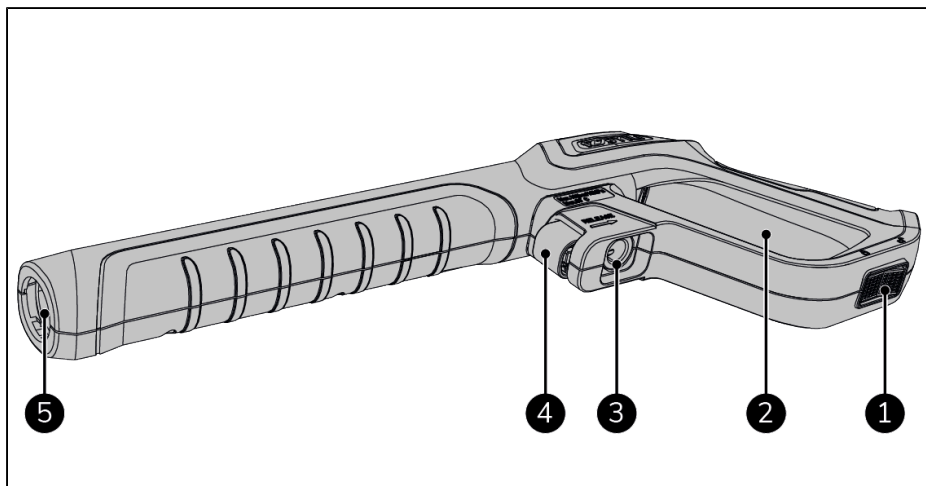

Figure 68.
3. Débloquez le verrouillage de sécurité sous la gâchette (Figure 68, pos. 1).
4. Appuyez sur la gâchette (Figure 68, pos. 2) pendant plusieurs secondes pour évacuer l'air du tuyau.
3. Appuyez sur la gâchette (Figure 68, pos. 2) et commencez à nettoyer.
1. Le cas échéant, relâchez la gâchette (Figure 68, pos. 2).
2. Bloquez le verrouillage de sécurité sous la gâchette (Figure 68, pos. 1).